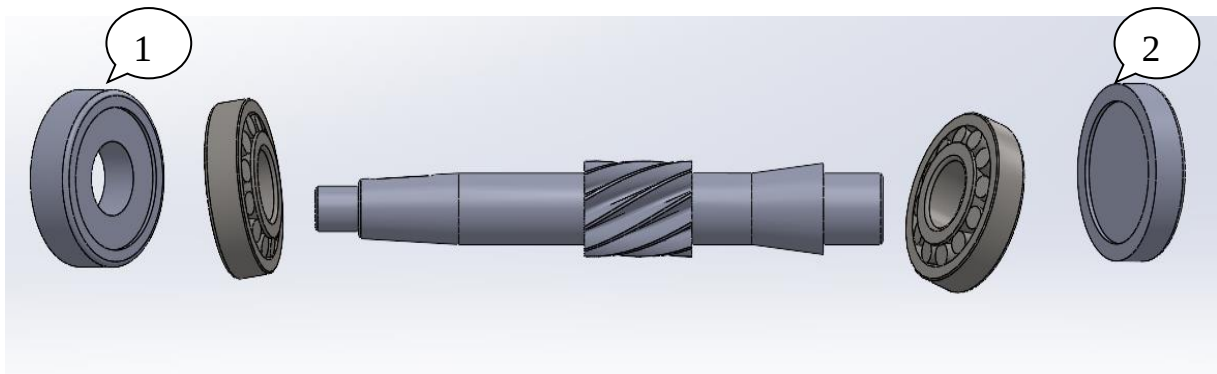

Рисунок 4.3 – Додавання прокладок
8. За тим самим принципом додається третя і четверта деталі – прокладка мала 1 та прокладка мала 2 (рис. 4.3).